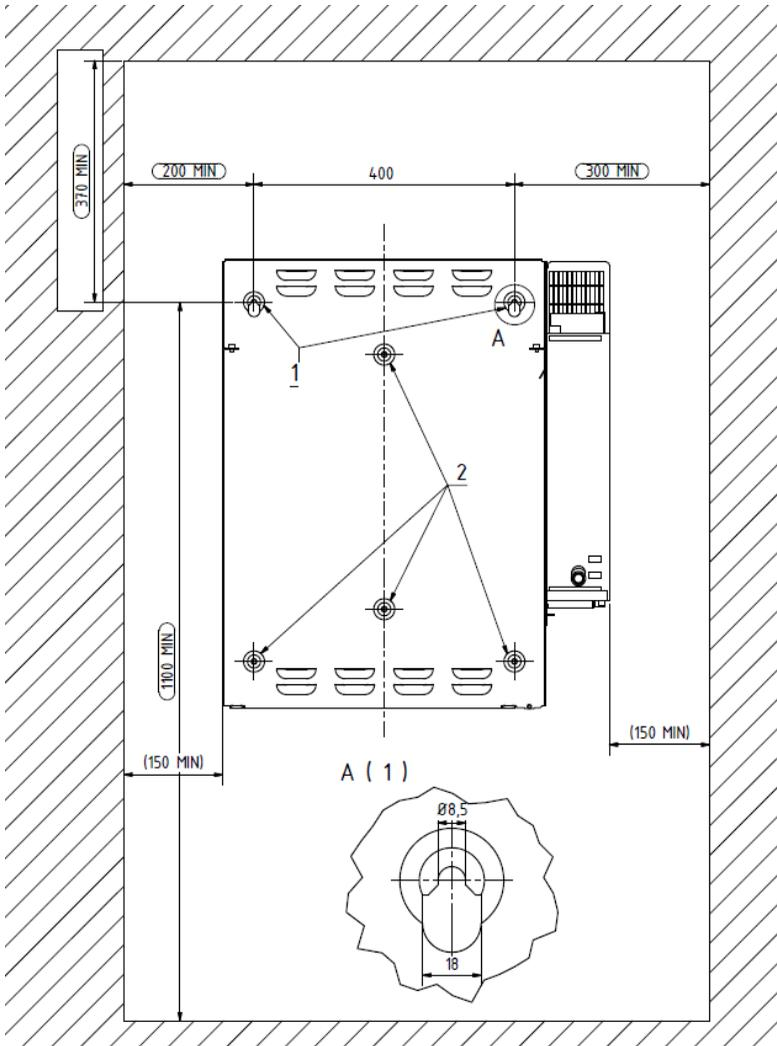

Abbildung 14: Abmessungen am Trägerblech (mm)
- (1) Markieren Sie die Positionen der oberen rechten und linken Bohrung gemäß Abbildung 14 „Abmessungen am Trägerblech (mm)“. (Position **1** in der Zeichnung)
- (2) Entfernen Sie das Trägerblech mit Batteriewechselrichter von der Bohrstelle.